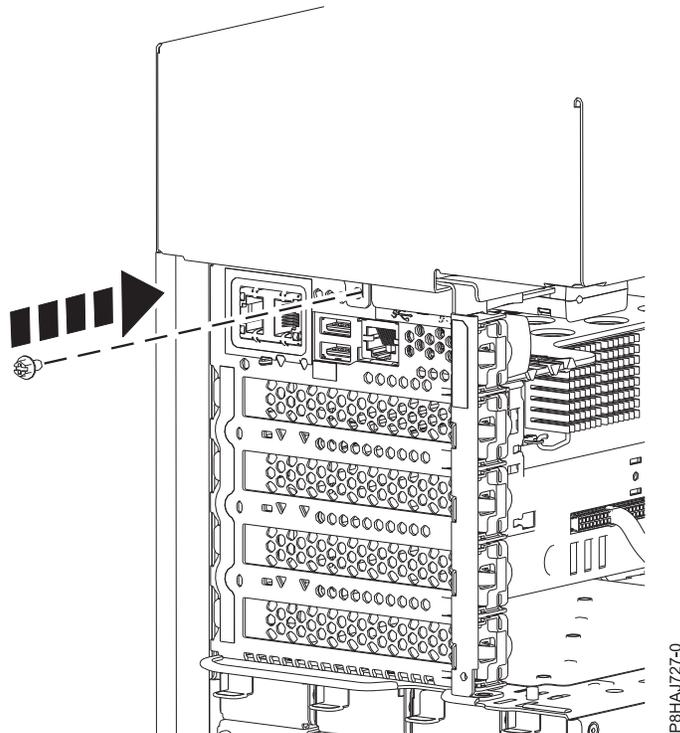

Abbildung 41. Anbringen der Schraube der Seitenabdeckung bei einem Standalone-System vom Typ 8286-41A
5. Bringen Sie die hintere Schraube der Seitenabdeckung mit einem Kreuzschlitz-Schraubendreher an (siehe Abb. 41 auf Seite 55).